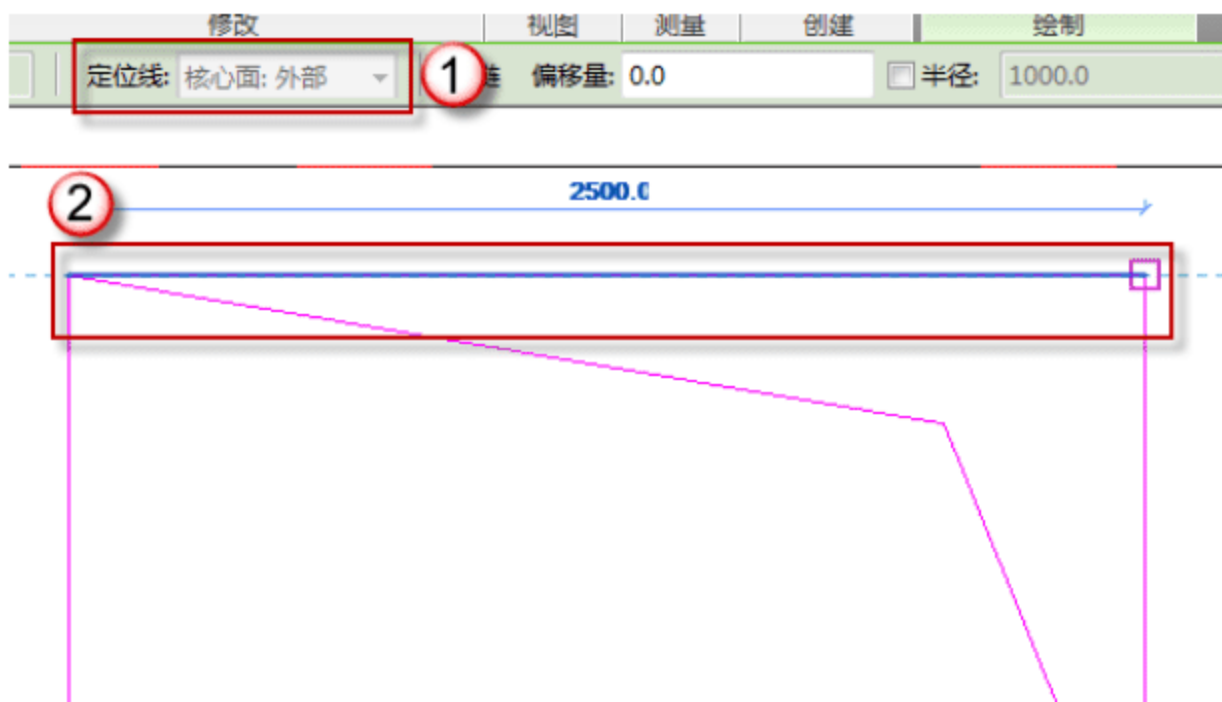

图 9.2.28 绘制“2500×1500×1600 排水井”
(7) 绘制“2500×1500×1600 排水井”。在绘图界面中,将“定位线”选择为“核心面:外部”,然后绘制排水井,如图 9.2.28 所示。